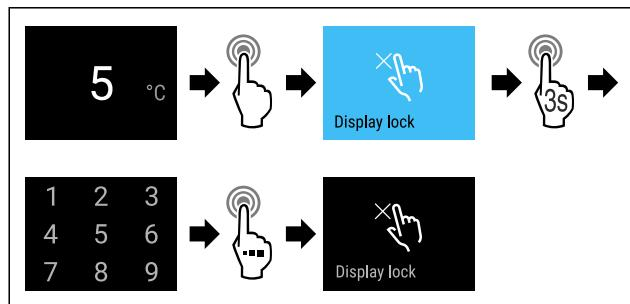

Fig. 80
- Выполните шаги действия (см. Fig. 80).